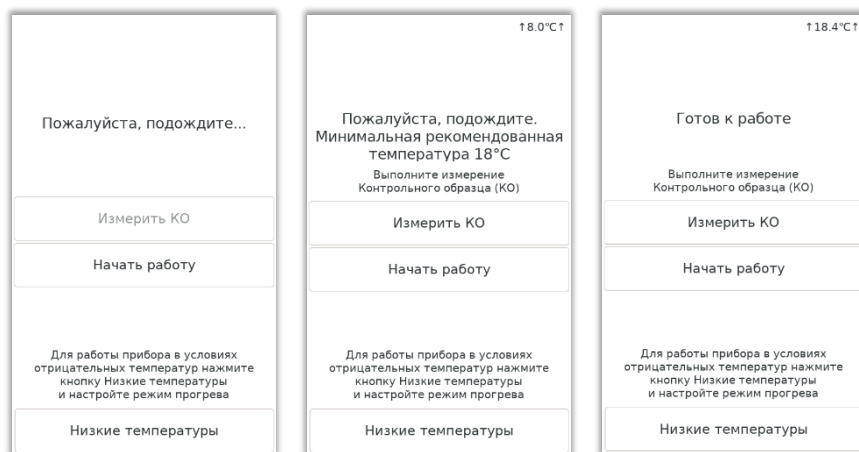

Рисунок 2 Стартовое окно
- 5.1.3. После загрузки программного обеспечения на экран выводится стартовое окно (Рисунок 2).